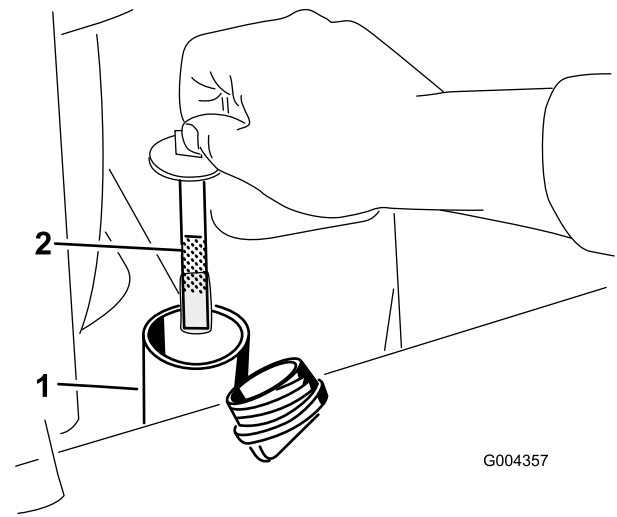

Figura 19
6. Retire el tapón del cuello de llenado y compruebe en la varilla el nivel de fluido (Figura 19).